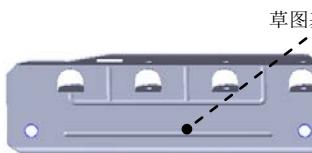
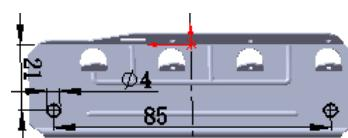

图 13.2.62 切除一拉伸4
图 13.2.63 横断面草图
Step16. 创建图 13.2.62 所示的切除一拉伸4。
(1) 选择命令。选择下拉菜单**插入(I)** \rightarrow **切除(C)** \rightarrow **拉伸(E)...**命令。
(2) 定义特征的横断面草图。选取图 13.2.62 所示的表面作为草图基准面，绘制图 13.2.63 所示的横断面草图。
(3) 定义切除深度属性。在“切除一拉伸”对话框**方向1**区域选中与厚度相等(L)复选框与正交切除(N)复选框。其他采用系统默认设置值。
(4) 单击 \checkmark 按钮，完成切除一拉伸4的创建。